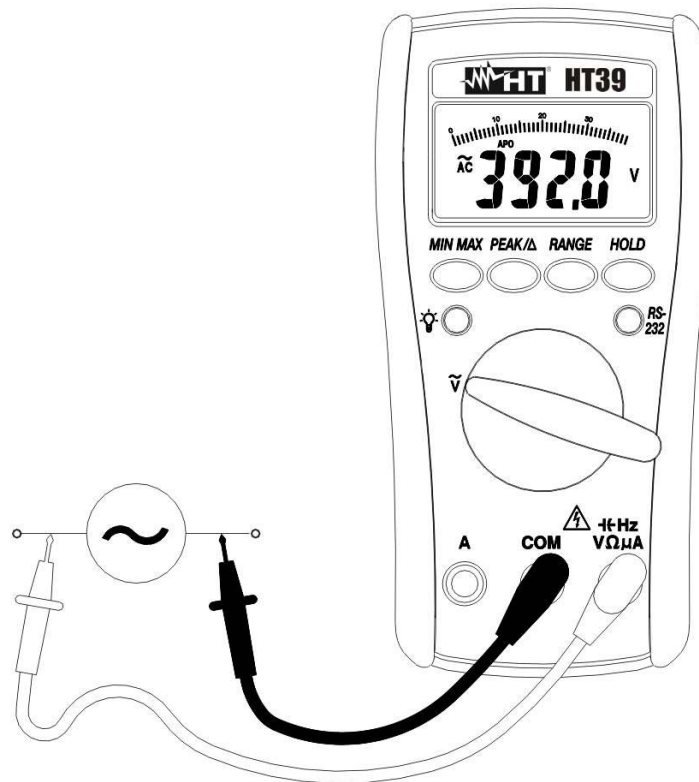

Fig. 4: Misura di Tensione AC
2. Inserire il cavo rosso nel terminale di ingresso  $10\text{Hz V}\Omega\mu\text{A}$  e il cavo nero nel terminale di ingresso **COM** (vedere la Fig. 4).